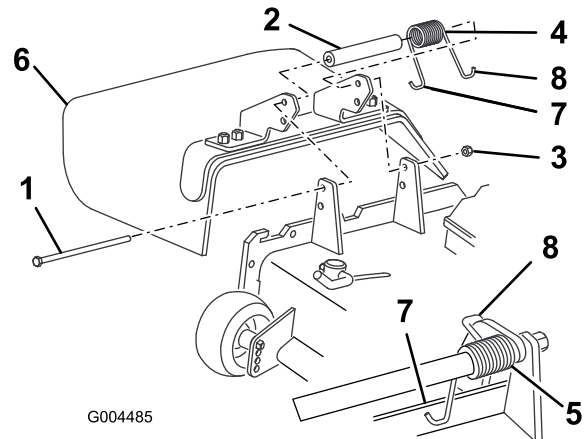

Figure 76
2. Retirez le contre-écrou, le boulon, le ressort et l'entretoise qui fixent le déflecteur aux supports de pivot (Figure 76).
3. Placez une entretoise et un ressort entre les supports du déflecteur d'herbe de rechange (Figure 76).
Remarque: Accrochez l'extrémité en J gauche du ressort derrière le bord du plateau avant de mettre le boulon en place, comme indiqué à la Figure 76.
Remarque: Accrochez l'extrémité en J droite du ressort au déflecteur d'herbe (Figure 76).